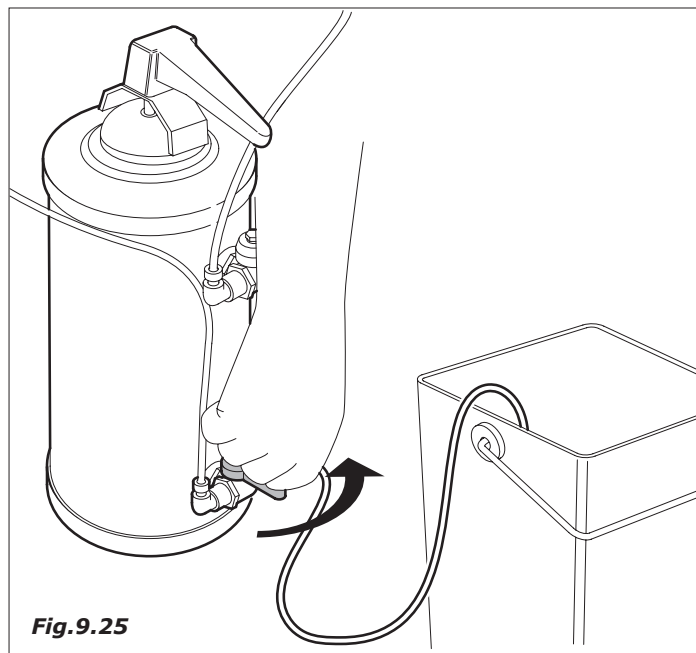

Fig.9.25
- Girar el grifo inferior habiendo tenido la precaución de colocar el tubo del grifo inferior en el cubo (Fig.9.25).